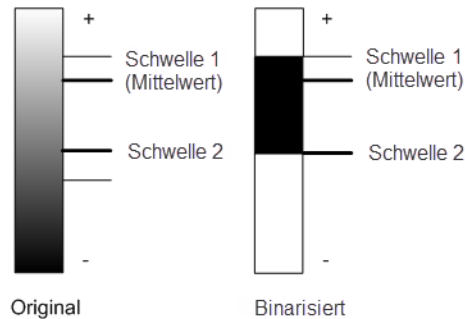

Abbildung 7-45 Schwelle des Binarizers
- c) Ist das Kontrollkästchen **S/E** ausgewählt, können zwei verschiedene Schwellenwerte definiert werden und der Binarizer erstellt die Daten mittels der Werte, die zwischen oder außerhalb der beiden Schwellenwerte liegen (siehe Abbildung 7-45 auf Seite 404).